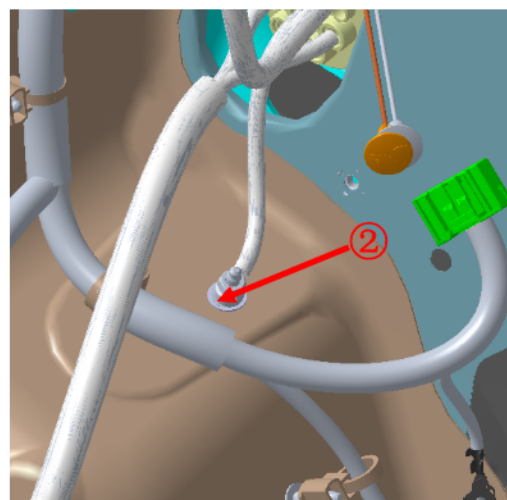

图 30
步骤 2：将图 30 所示序号②搭铁拧开，并拆下搭铁端子；
步骤 2：将序号②搭铁按力矩要求在图 30 位置紧固；